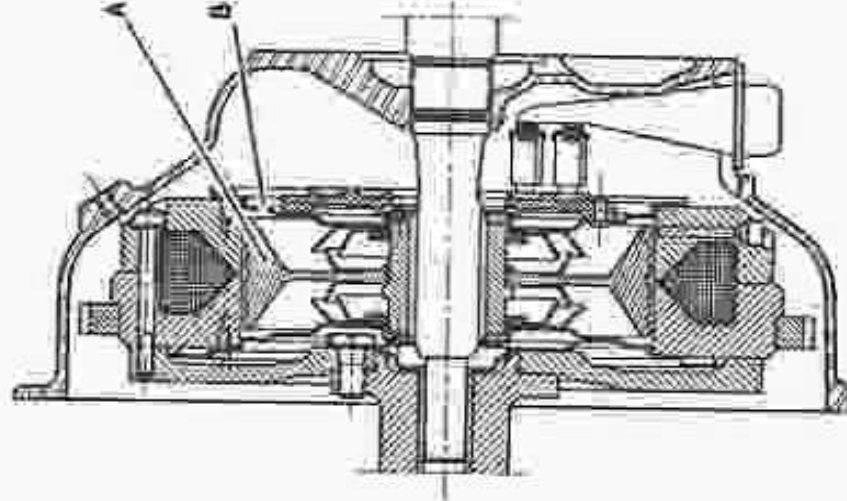

Fig. 7. Vue en coupe du coupleur Jaeger IX-B.
Son armature mobile possède une face périphérique de travail (A), élargie de 5 mm (fig. 7).
Le décrochement circulaire supplémentaire d'un des couvercles inférieur pour le passage de l'armature élargie est prévu en (M) (fig. 7).